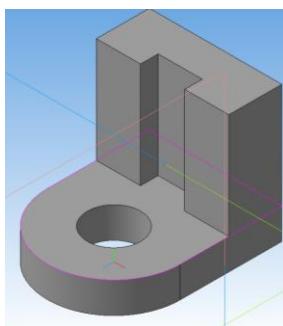

Рис. 5 Деталь *Кронштейн*
12. Теперь нам осталось прорезать в детали отверстие. Для этого выбираем грань и также создаем **Новый эскиз** и чертим в нем окружность нужного радиуса (**6 мм**). Заканчиваем эскиз и вырезаем это отверстие, но вместо расстояния указываем пункт **Через все**, т. к. отверстие у нас сквозное. Деталь *Кронштейн* почти готова (рис.5).